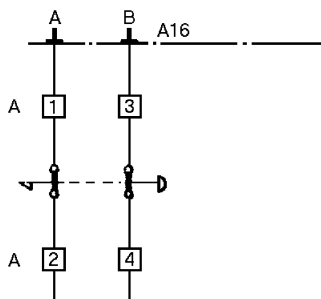

Fig 11
- Externe noodstop, zie afb. 11 op bladzijde 66.